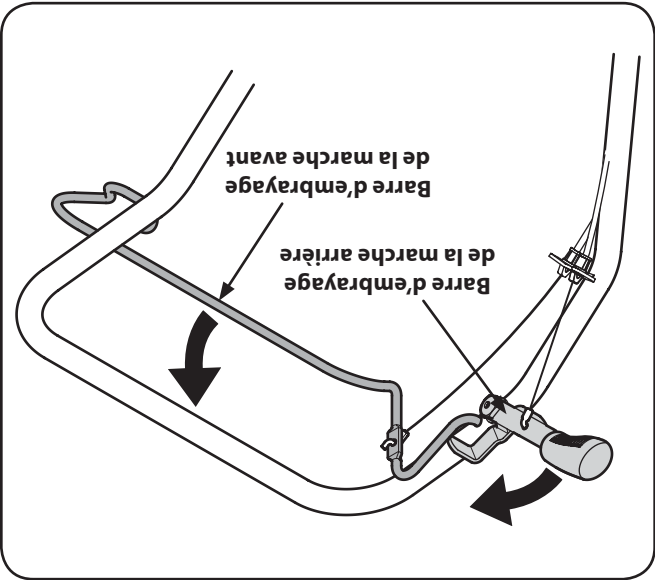

Figure 5-2
2. Soyez détendu en travaillant et laissez les roues tirer le motoculteur pendant que les dents labourent la terre. Marchez un peu en retrait et à côté du motoculteur. Tenez fermement le guidon d'une seule main (tout en restant détendu). Voir la Fig. 5-2. Laissez le motoculteur avancer à son propre rythme, sans appuyer sur le guidon pour forcer les dents à travailler plus en profondeur – ce qui réduirait le poids au-dessus des roues et diminuerait la traction.
1. Pour commencer le demi-tour, relevez le guidon jusqu'à ce que les dents sortent du sol et que le moteur et les dents soient bien équilibrés au-dessus des roues (Fig. 5-2).